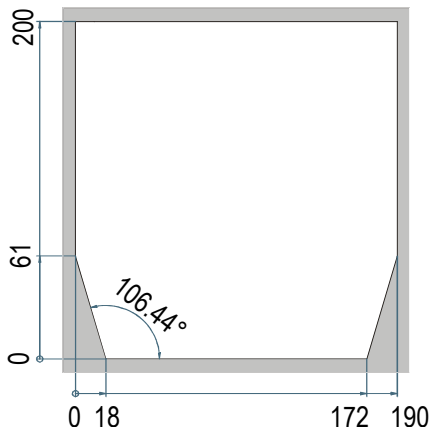
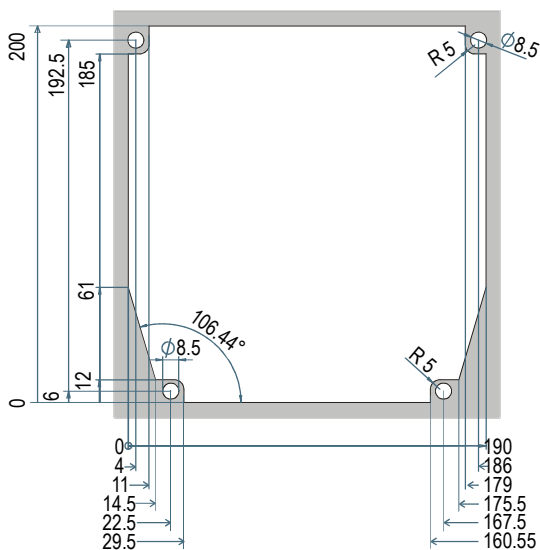

Fig. 4
Fig. 5
1. Praticare nel pannello un foro di dimensioni, come da Fig. 4 (semplificato) o Fig. 5 (completo)